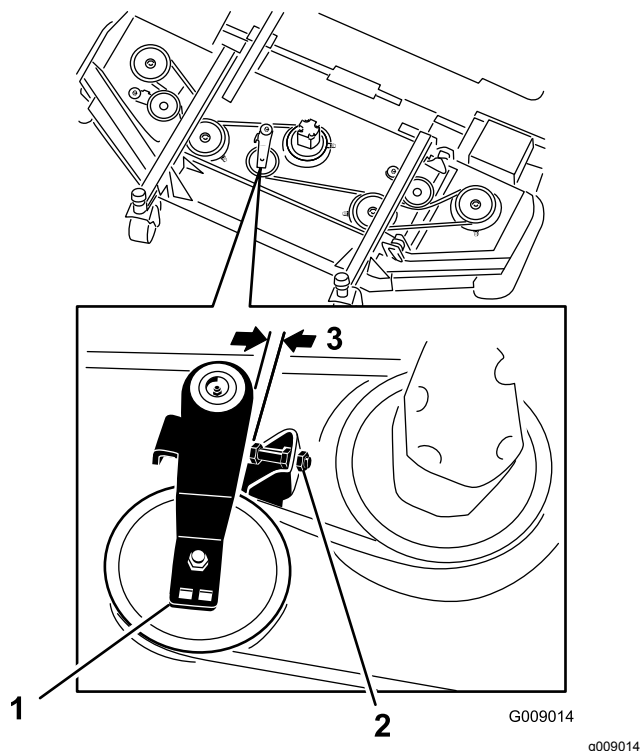

Figure 124
3. Sur le plateau avant central, desserrez les écrous de blocage sur la vis d'arrêt de la poulie de tension et vissez la vis d'arrêt dans le support (Figure 124).
4. À l'aide d'une clé à cliquet ou d'un outil similaire, éloignez chaque poulie de tension de plateau latéral de la courroie d'entraînement pour détendre cette dernière et pouvoir la déchausser de la poulie (Figure 124).